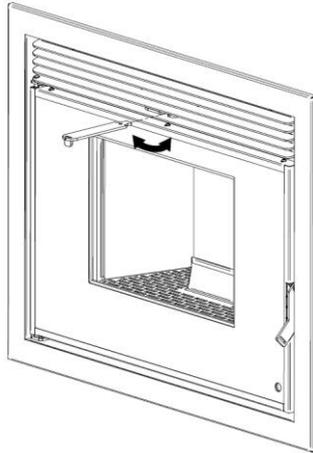

Figura 20 – Instalação inserível a pellets
- A quantidade de ar que flui para a frente do equipamento e a que flui através dos tubos para canalizar o ar, pode ser ajustado utilizando para a mesma o acessório para abrir a porta e os fechos de segurança. Coloque a parte traseira do acessório entre a grelha na sua parte central como mostra a figura 20, é possível verificar que há uma peça em que se encaixa perfeitamente e é capaz de rodar e mover um deflector que faz com que o ar seja dirigido para a frente ou para os tubos de ar. Para segurança, há sempre uma quantidade mínima de ar que tem que sair na frente do equipamento. Depois de ajustar a posição deve-se remover o acessório, de modo que esteja sempre frio.